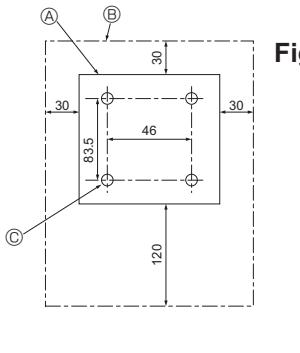

Fig. 6-2
(1) Selezionare un luogo adatto per l'installazione del comando a distanza. (Fig. 6-2) I sensori della temperatura sono situati sia sul comando a distanza che sulla sezione interna.
[Fig. 6-2]